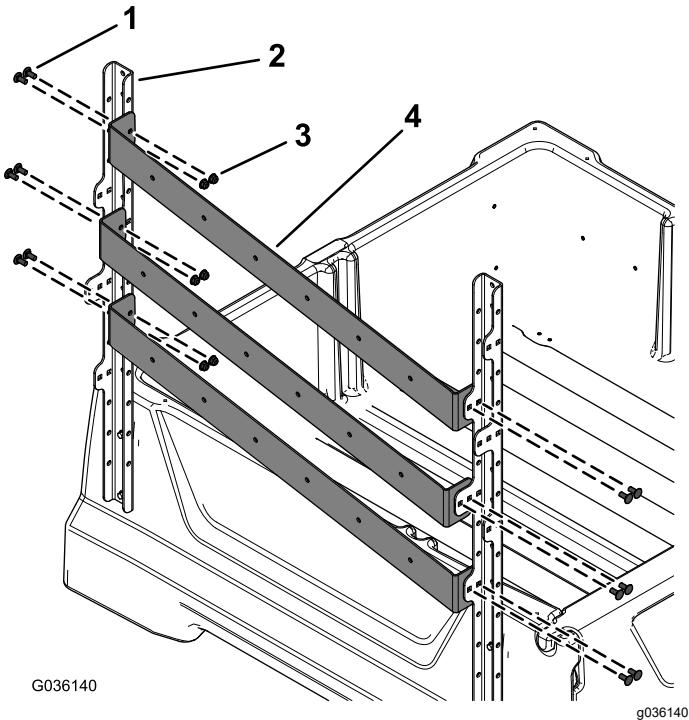

Figura 3
2. Montate i 3 fermi della pala sulle staffe del telaio dei montanti laterali con 12 bulloni a testa tonda (5/16 x $\frac{3}{4}$ ") e 12 dadi flangiati (5/16") come illustrato nella Figura 3.